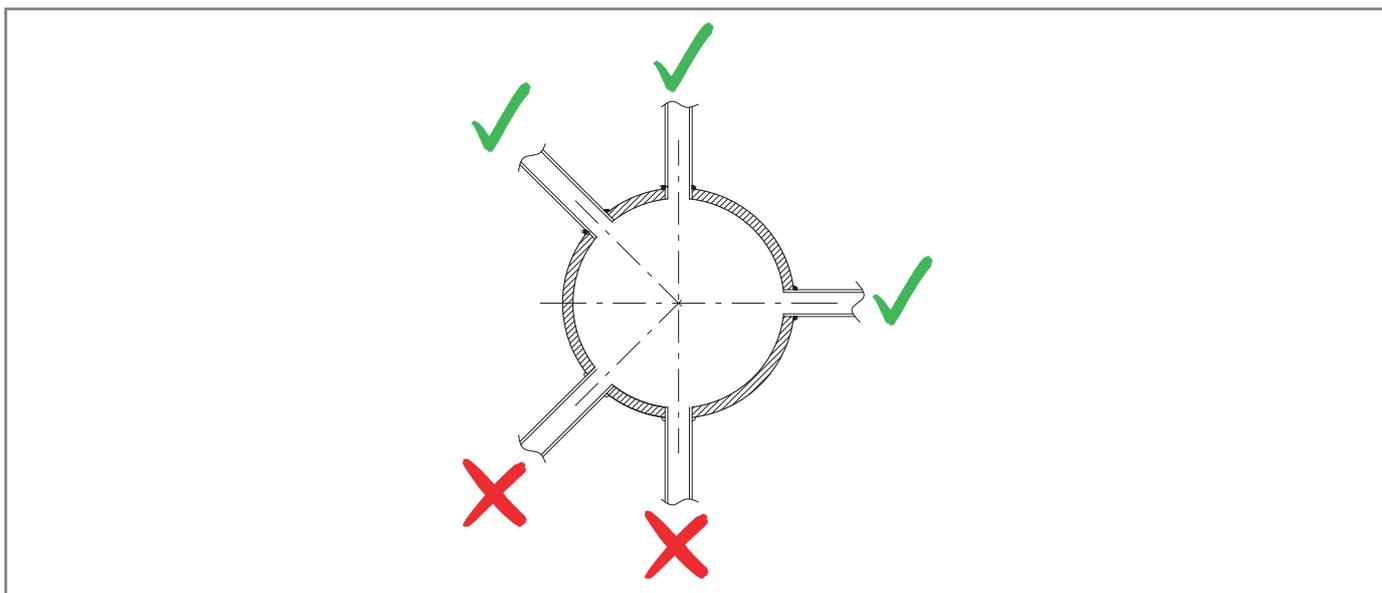

Рис. 6.14. Приваренные крепления на трубопроводе
- фитинги пневматического соединения всегда привариваются к верху или к горизонтальной оси самой трубы (см. Рис. 6.14);